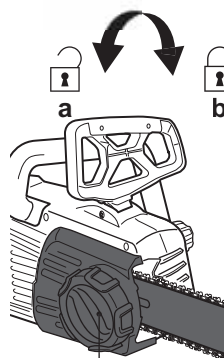

Fig. 9
- > Verrouillez le couvercle [9] en tournant la molette de verrouillage [7] dans le sens des aiguilles d'une montre (Fig. 9).